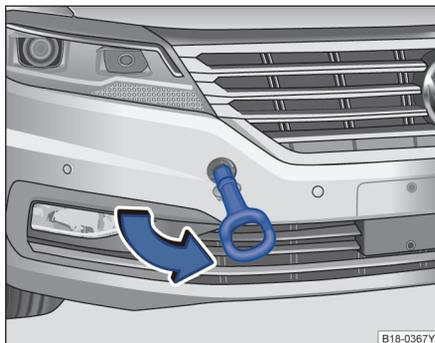

图 175 在保险杠的右前部：安装牵引环
- 将牵引环朝箭头方向拧入螺纹孔内，直到限位位置 ⇒ 图 175。